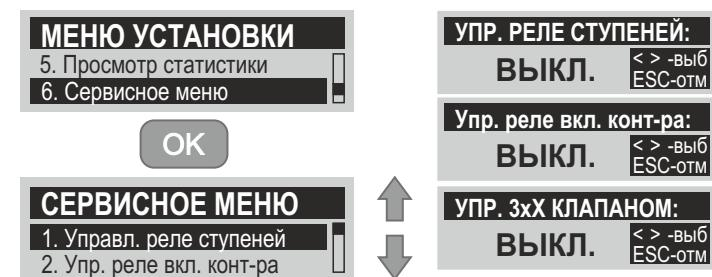

**Рисунок 32. Статистика энергопотребления.**
- 7.4.5.2 «2. Энергопотребление» - переход в режим просмотра информации об энергопотреблении (см. рис. 32);